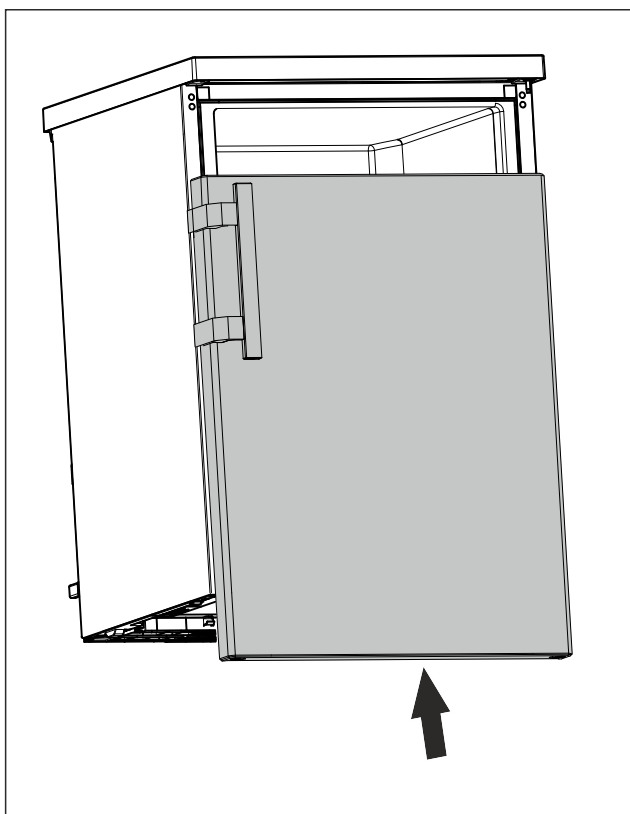

Fig. 21
- ▶ Tolja rá az ajtót zárt állapotban a felső csapra. (lásd Fig. 21)